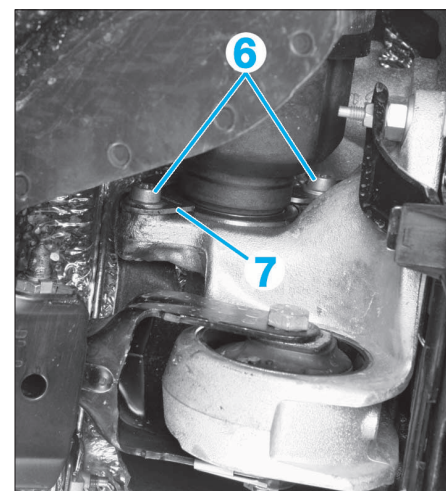

FIG. 6
- 2ème cas (Fig.6) :
- desserrer les vis (6)
- déposer la vis (6) inférieure
- déposer la plaque de maintien (7)